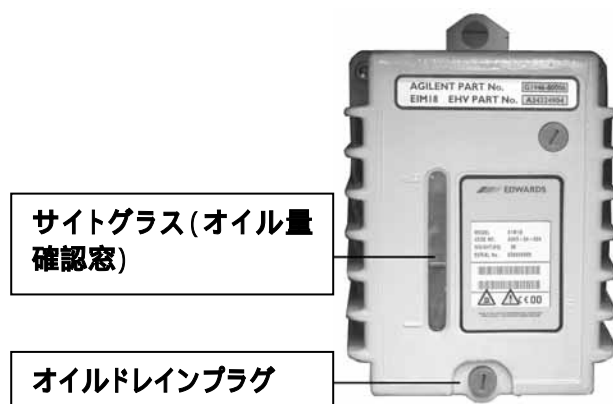

図10 アクセスドアから見るポンプ
7. オイルトレイが確実に設置されるのを確認してください。ロータリーポンプからオイルドレインプラグを外します。ロータリーポンプマニュアルを参照してください。図10を参照してください。